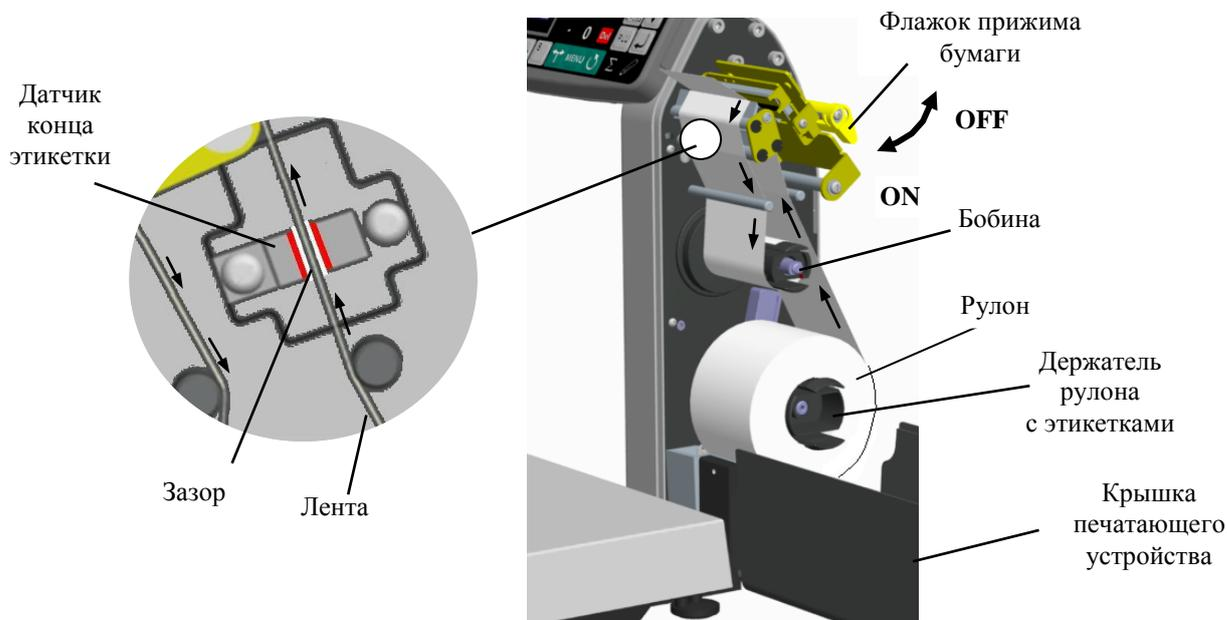

Рис. 2.4 - Установка рулона в Терминалы RL и R2L
- Открыть крышку печатающего устройства (Рис. 2.4).
Лента должна проходить между направляющими валиками и через зазор датчика конца этикетки, см. Рис. 2.4.